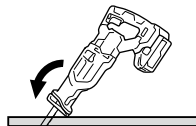

图 28
- (2) 慢慢抬起把手并用刀刃一点一点地切入。（图 28、图 31）